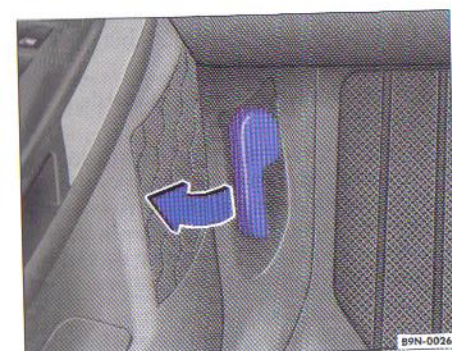

Fig. 7 Imagine din zona spațiului pentru picioare pe partea conducătorului: Maneta de deblocare a capotei portbagajului
- Trageți maneta de sub tabloul de bord ⇒ fig. 7 în spate – capota sare din încuietore ⇒ ⚠.